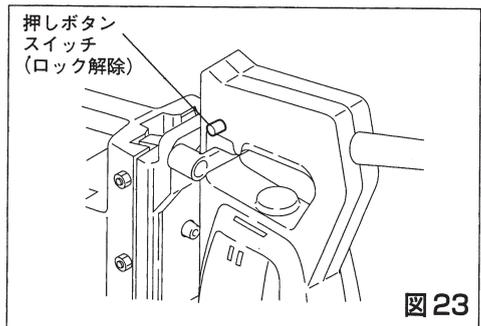

図 23
- ① 電気ドリルスイッチをロックしている場合は、電気ドリルスイッチを再度引いて、ロックを解除してください。(図 23)